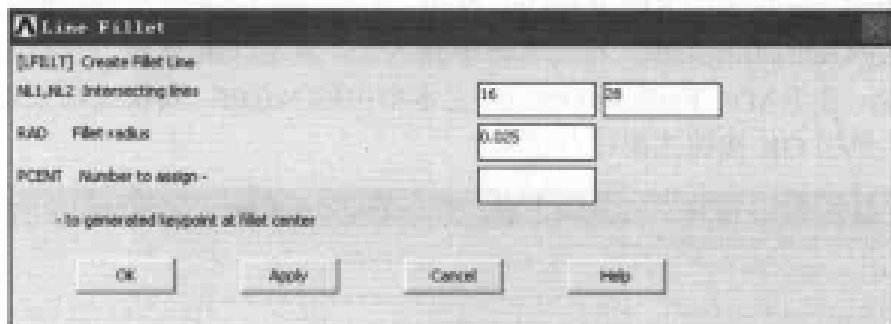

图 10-79 线段倒角对话框
(2) 单击 Apply 按钮, 在 X1,X2 X-coordinates 文本框中输入 0.325, 0.375, 在 Y1,Y2 Y-coordinates 文本框中输入 0.05, 0.375。
(3) 单击 Apply 按钮, 在 X1,X2 X-coordinates 文本框中输入 0.1, 0.375, 在 Y1,Y2 Y-coordinates 文本框中输入 0.15, 0.225, 单击 OK 按钮关闭该对话框。
(4) 选择 Main Menu | Preprocessor | Modeling | Operate | Booleans | Overlap | Areas 命令, 出现 Overlap Areas 菜单, 单击 Pick All 按钮。
(5) 选择 Utility Menu | PlotCtrls | Numbering 命令, 出现 Plot Numbering Controls 对话框, 选择 LINE Line numbers 和 KP Keypoint numbers 选项, 使其状态从 Off 变为 On, 其余选项均采用默认设置, 单击 OK 按钮关闭该对话框。
(6) 选择 Utility Menu | Plot | Lines 命令, 显示所有线段。
(7) 选择 Main Menu | Preprocessor | Modeling | Create | Lines | Line Fillet 命令, 出现 Line Fille 菜单, 在文本框中输入 16, 28, 单击 OK 按钮, 出现 Line Fillet 对话框, 在 NL1,NL2 Intersecting lines 文本框中输入 16、28, 在 RAD Fillet radius 文本框中输入 0.025, 如图 10-79 所示, 单击 OK 按钮关闭该对话框。